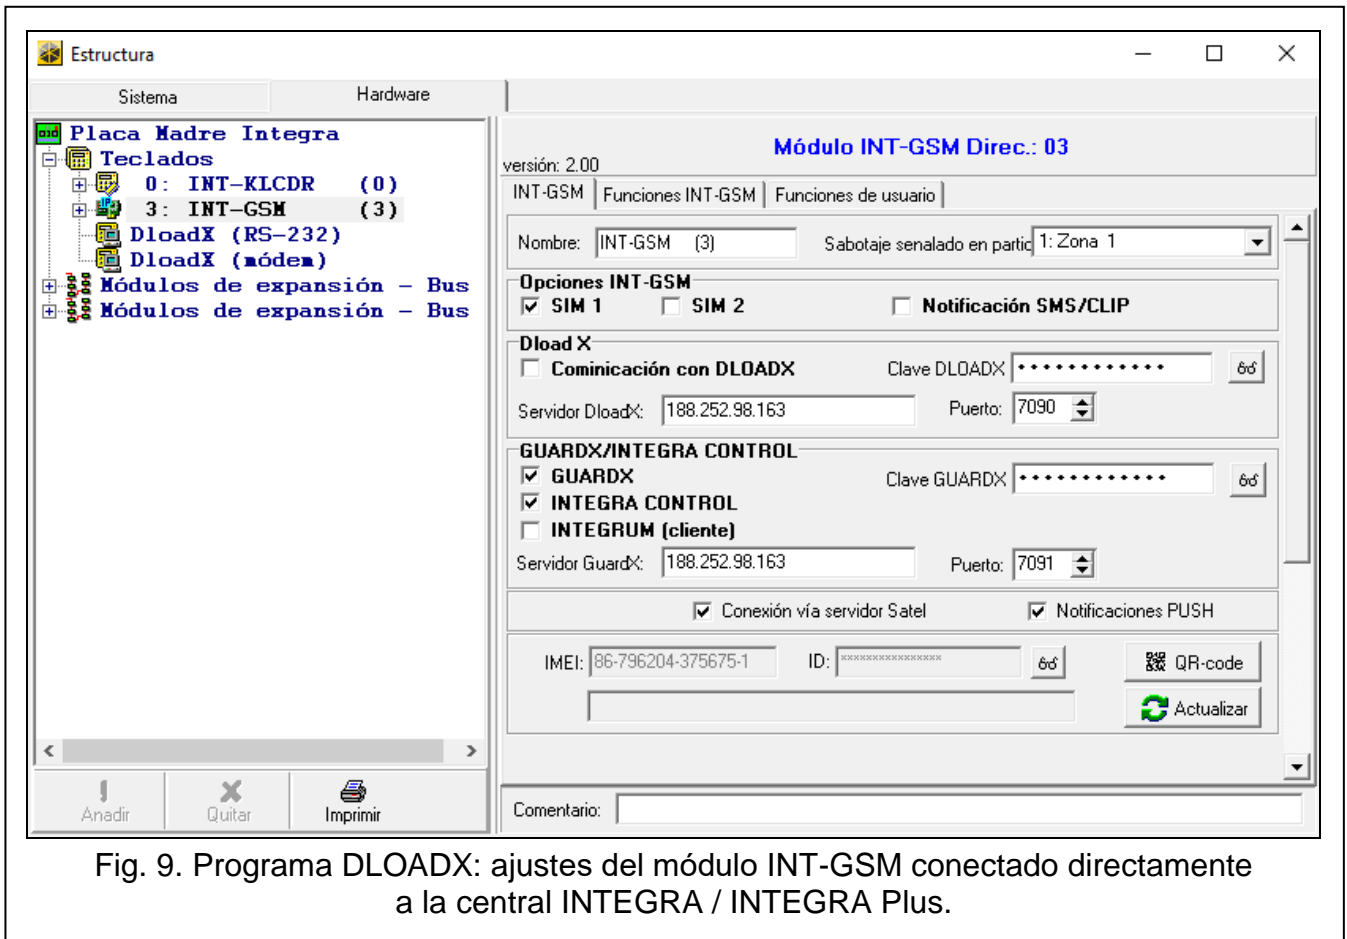

Fig. 9. Programa DLOADX: ajustes del módulo INT-GSM conectado directamente a la central INTEGRA / INTEGRA Plus.
- programa DLOADX: ventana «Estructura» →pestaña «Equipo» →rama «Teclados» →[nombre del módulo] (Fig. 9),